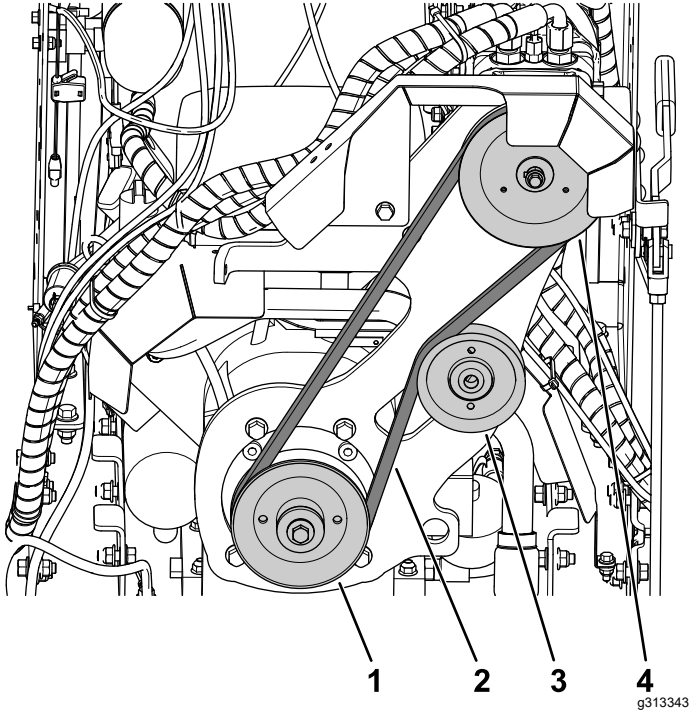

Figura 92
5. Con el brazo tensor alejado del sistema de poleas, enrute la correa nueva, empezando en la polea del motor hidráulico, luego alrededor de la polea del motor y la polea tensora (**Figura 92**).